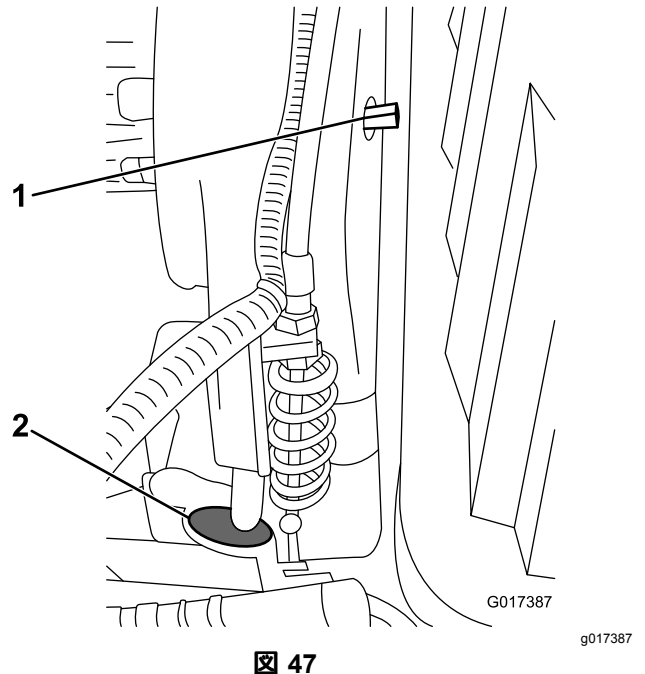
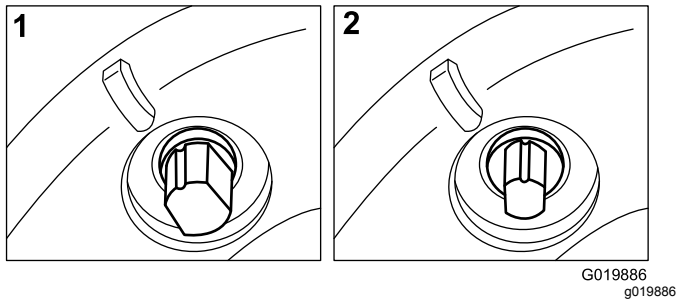

図 47
図 48
リールクラッチへのアクセスが必要な場合には、トランスミッションの正面についているゴム製のプラグを外す(図 47)。
トランスミッションのベルトはスプリング付きのアイドルプーリで張りを出しています。ベルトの張りをなくしたい場合には、3/8 インチのレンチで入・切シャフト 図 47 を適当な位置まで回してください。シャフトを右に 1/4 回転させるとアイドルがベルトから外れてきます 図 48。
**注** トランスミッションの正面についているゴム製のプラグ 図 47 を外すと、クラッチを確認することができます。